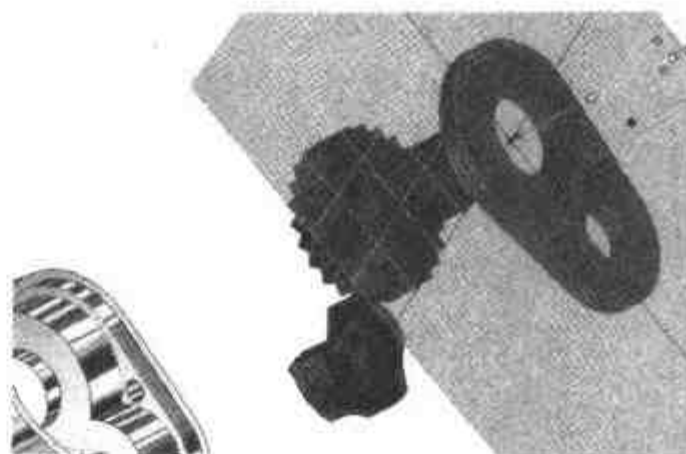
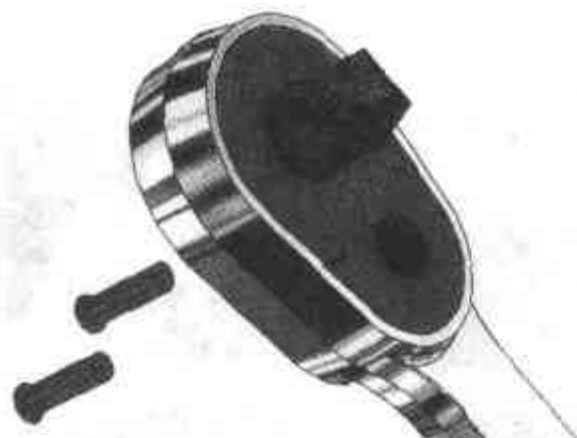
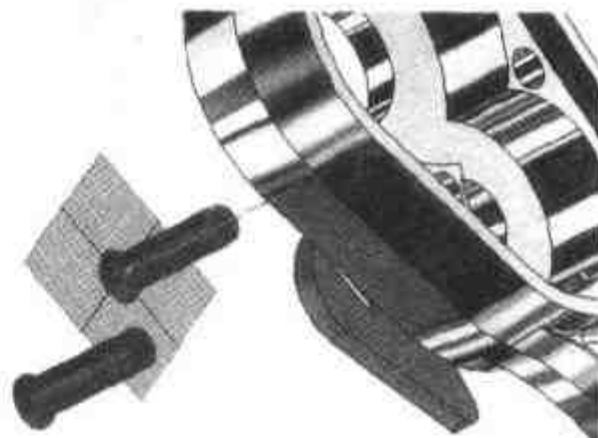

图 5.38 调整压盖的运动末点
图 5.39 压盖的装配动画
图 5.40 添加 pin1 零件的智能动画
- (3) 单击轨迹末点, 压盖的蓝色外形轮廓线将显示出来, 打开【三维球】, 选择并锁定与高度线相对应的定位手柄, 利用三维球将它移动到 5.2.1 节所述的装配位置, 如图 5.38 所示。
- (4) 关闭【三维球】, 单击【打开】按钮进入动画状态。
- (5) 单击【播放】按钮观察动画效果, 压盖的运动结果如图 5.39 所示。
- (6) 接下来添加 pin1 的动画。在零件编辑状态下选择 pin1, 单击【智能动画】按钮, 弹出【智能动画向导】对话框。
- (7) 选择【移动】单选按钮后, 然后选择 along height direction 选项, 将移动距离改为 1, 单击【完成】按钮, 结果如图 5.40 所示。